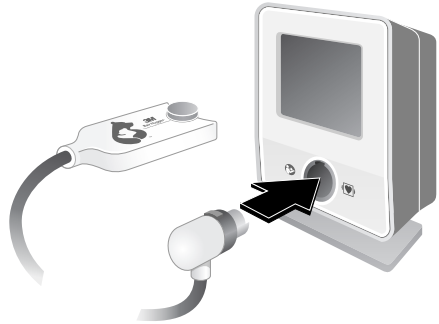

Abbildung 2-3: Vorderseite der Kontrolleinheit
3. Das Ende des Sensorkabel-Mini-DIN-Anschlusses vorne in die Kontrolleinheit stecken (siehe Abbildung 2-3).